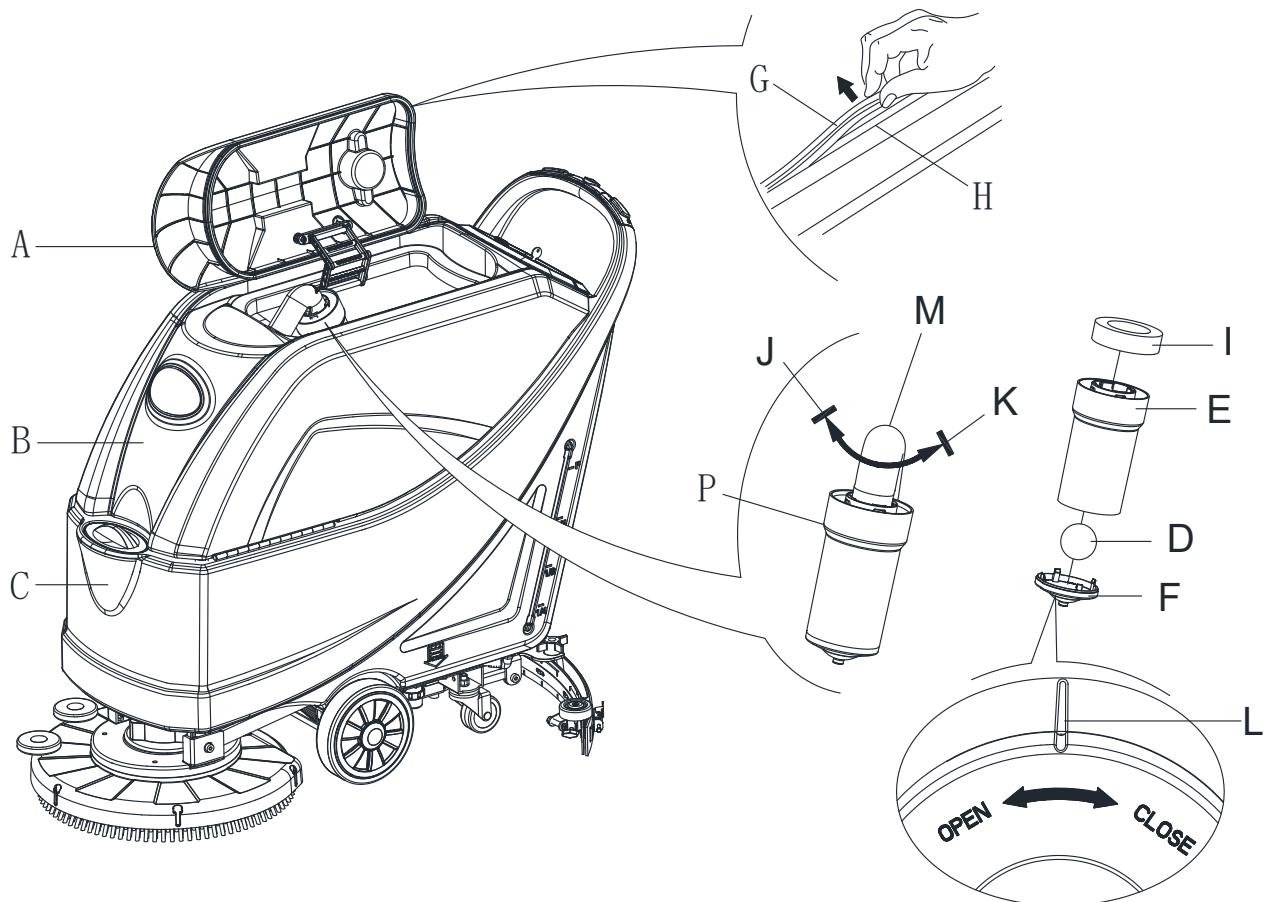

Figura 21
2. Assegure-se que a máquina está desligada e que a chave de ignição (54) foi retirada.
3. Gire a tampa do tanque de recuperação (A, Figura 21) para a posição 90 graus até conseguir tirar, e retire o filtro de flutuação (P) do tanque.
5. Se necessário, siga os símbolos "OPEN" e "CLOSE" como mostrado na (Figura 21) para abrir a tampa inferior (F) do filtro de flutuação. Limpe a bola (D), suporte do filtro (E) e esponja do filtro (I). Depois de limpar, fixe a bola (D) no suporte do filtro (E) e alinhe a ranhira (L) da tampa inferior (F) do filtro com a ranhura (L) do suporte do filtro (E). Aparafuse a tampa inferior do filtro de flutuação, e fixe a esponja do filtro (I) no suporte do filtro (E). Finalmente, ligue-o à mangueira de sucção de esgoto (M).
7. Verifique se a superfície de contacto do selamento (G) está intacta e se o selamento é suficiente. Se necessário, retire o selamento da ranhura (H) e substitua. Monte o selamento como mostrado na (Figura 21), a junção deve regressar à área do meio.
8. Feche a tampa do tanque de recuperação (A).